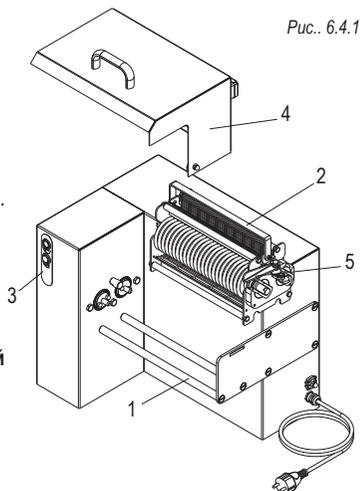

Рис. 6.4.1
- Повернуть на 90° и сдвинуть влево взаимоблокируемую крышку лезвий (ссылка 4 рис. 6.4.1), защита лезвий снимается.
- Отвинтить рычаг коробки лезвий (ссылка 5 рис. 6.4.1).
- Поместить коробку на перекладины основания (ссылка 1 рис. 6.4.1)
- Поднять взаимоблокируемую защиту лезвий (ссылка 4 рис. 6.4.1).
- Поместить коробку на перекладки основания (ссылка 1 рис. 6.4.1)
- Повернуть рычаг коробки лезвий (ссылка 5 рис. 6.4.1) таким образом, чтобы штыри валцов лезвий вошли в соединение с штырями перемещения, до полного зацепления.
- Закрывать взаимоблокируемую защиту лезвий (ссылка 4 рис. 6.4.1).
- Воздействовать на команды (ссылка 3 рис. 6.4.1) для включения или выключения машины.
Манипулировать коробкой ножей при помощи оответствующей рукоятки, (ссылка 2 рис. 6.4.1) защищать руки надетыми кевларовыми перчатками, защищающими от порезов.